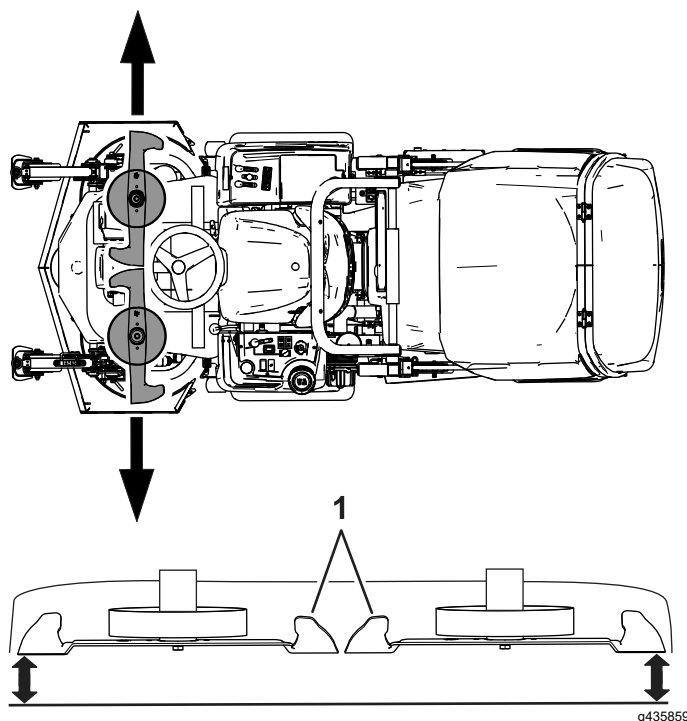

Figura 103
3. Allineate la lama laterale sulla posizione più esterna (Figura 103).
4. Misurate la distanza tra il suolo e il punto più esterno del bordo della lama dell'apparato di taglio (Figura 103).
5. Allineate la lama laterale sull'altro lato dell'apparato di taglio sulla posizione più esterna (Figura 103).
6. Misurate la distanza tra il suolo e il punto più esterno del tagliente della lama con un blocchetto di riscontro (Figura 103).
8. Misurate il punto più esterno dei taglienti della lama (Figura 103).